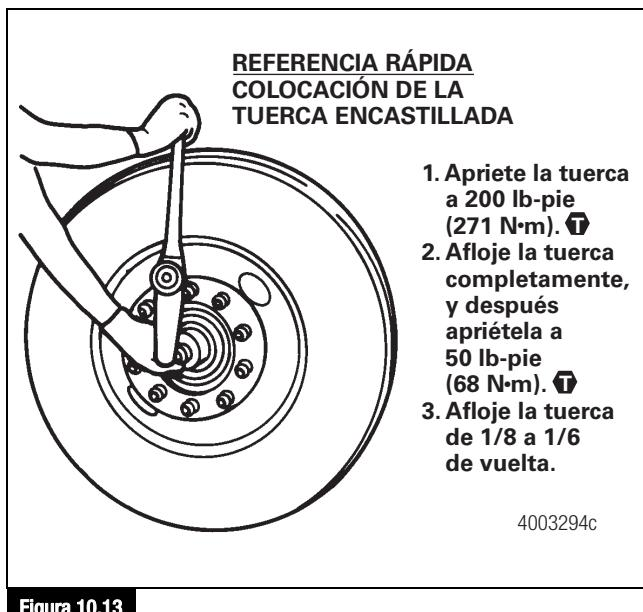

Figura 10.13
- Instale la arandela y la tuerca encastillada. Apriete la tuerca a 200 lb-pie (271 N•m) mientras gira el extremo de rueda en ambas direcciones. Figura 10.13.